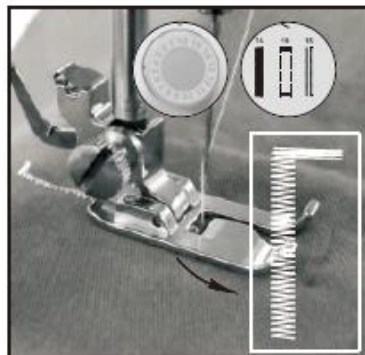

Fig.16
- 3) Kies de 16e steek, schakel het apparaat in, naai de gepaste lengte op het doek en schakel het apparaat dan uit. Naai zo goed mogelijk in een rechte lijn (Fig. 16).